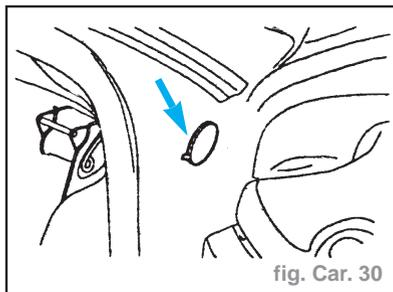

fig. Car. 30
- Déposer le capuchon. (fig. Car. 30)